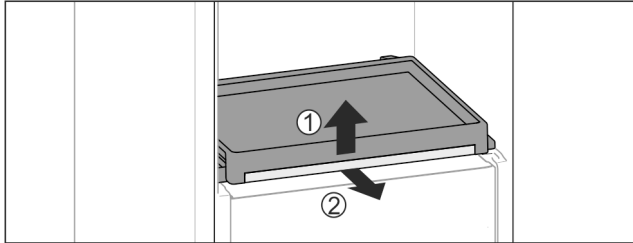

Fig. 35
- ▶ Выньте выдвижную панель со стеклянной панелью: Слегка приподнимите спереди стеклянную полку Fig. 35 (1) и потяните вперед Fig. 35 (2).